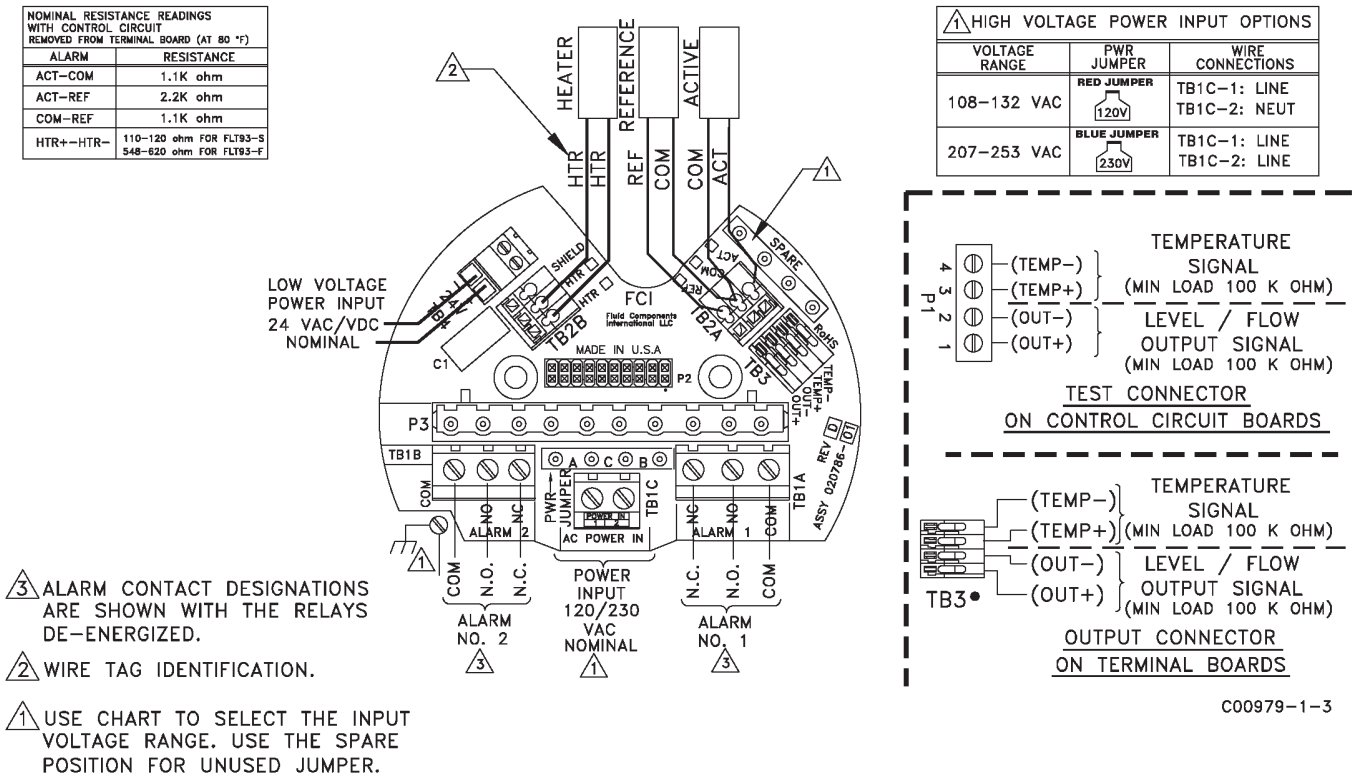

Figura 9 – Diagrama da fiação local
- Ao conectar a fiação do relé, faça-o com total entendimento daquilo que o processo requer do instrumento. O instrumento tem contatos SPDT duplos ou DPDT simples na saída do relé, dependendo da configuração da ponte para cada ponto de comutação do alarme. Para os terminais e lógica do relé, consulte a Figura 9. Consulte também as Tabelas 3-5 e 3-6 na Seção 3 - Operação. Os contatos do relé são mostrados com os relés desenergizados.